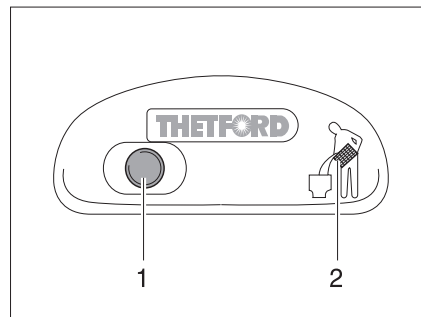

Fig. 153 Bouton pour la chasse d'eau/voyant de contrôle des toilettes Thetford
- Pour actionner la chasse d'eau, appuyer sur le bouton bleu (Fig. 153,1).
Le voyant de contrôle (Fig. 153,2) s'allume lorsque la cassette Thetford doit être vidée.